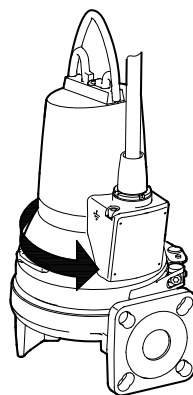

Fig. 10 Sentido de la sacudida
3. Si se conecta correctamente, la bomba se sacudirá en el sentido contrario del de giro. Ver fig. 10.